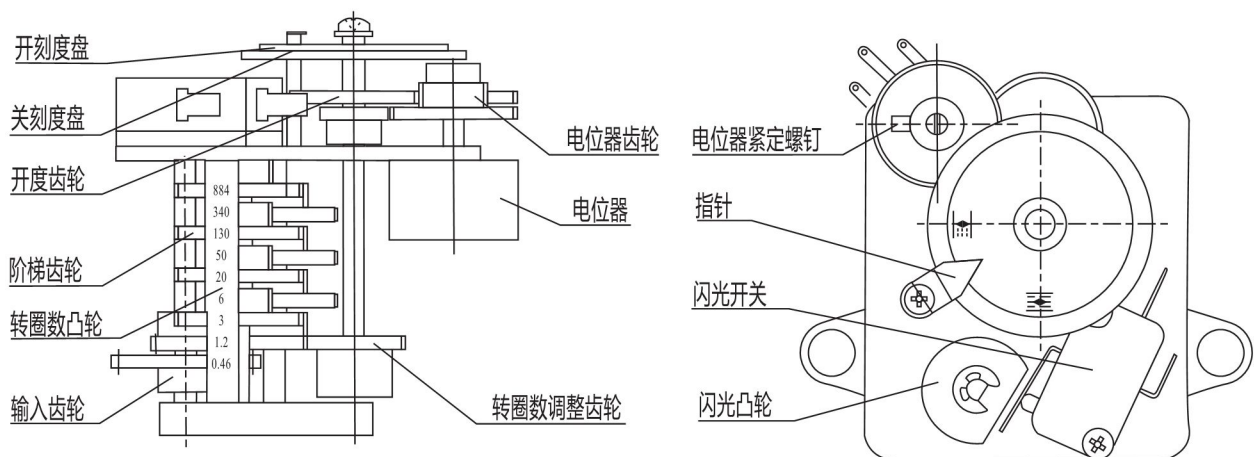

图8 开度指示机构
5.5 开度指示机构：结构见图8。输入齿轮由计数器个位齿轮带动，经减速后，指示盘随阀门的开关过程同时转动，以指示阀门的开量，电位器轴和指示盘同步转动，供远传开度指示用。移动转圈数调整齿轮可以改变转圈数。开度指示机构内设一微动开关和凸轮，当电动装置运转时，旋转凸轮周期性地使微动开关动作，其频率为输出轴转动一圈动作一次或二次，可供闪光信号等使用。